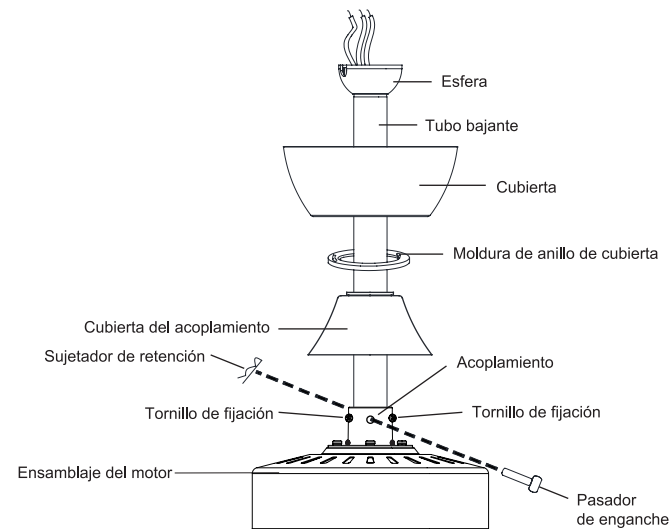

Fig. 7
Paso 4. Afloja los dos tornillos de fijación (no los quites) del acoplamiento situado en la parte superior del conjunto del motor. (Fig. 7)